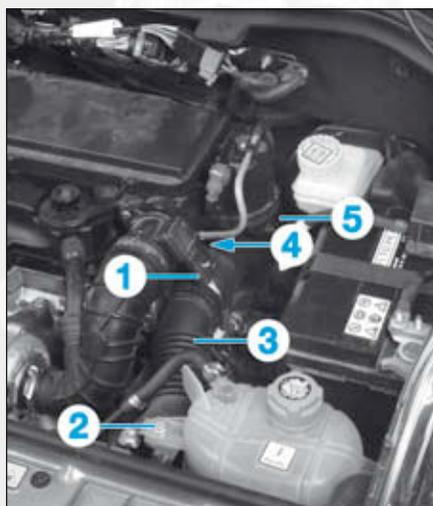
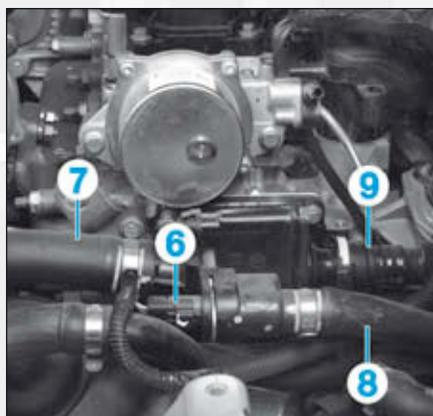
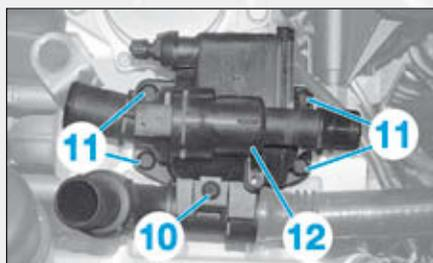

FIG.19
FIG.20
FIG.21
- Débrancher le connecteur (1) du débitmètre (Fig.19).
- la vis (2) du vase d'expansion,
- la canalisation d'arrivée d'air (3),
- la vis (4) de la canalisation d'air (5),
- la canalisation (5).
- Débrancher le connecteur (6) de la sonde de température (Fig.20).
- Débrancher les durits (7), (8) et (9).
- la vis (10) (Fig.21),
- les vis (11),
- le boîtier de sortie d'eau (12).